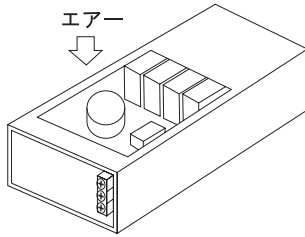

図5.3 -N仕様イメージ図
- ・冷却ファンを削除し、お客様にて冷却していただく仕様です。(図5.3参照)